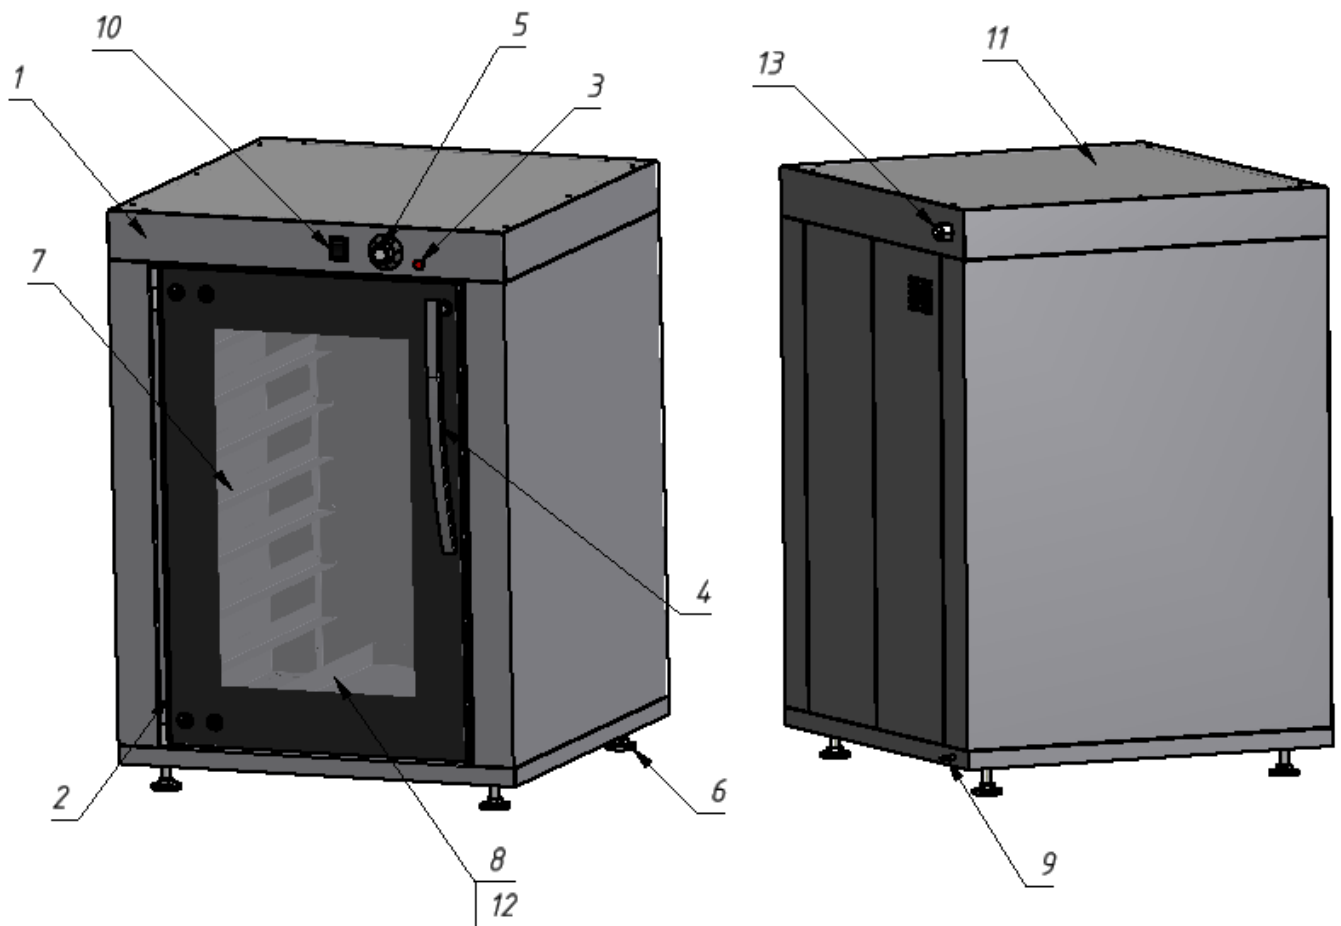

Рис. 2
- 5.3. Подсоединить заземление корпуса установки рис.2 поз.9 к заземляющему контуру помещения согласно ГОСТ 27570.0-87.
- 6.3. Нажать кнопку переключателя поз.10 рис.2.
- 6.4.Задать необходимую температуру расстойки поворотом ручки терморегулятора поз.5 ,рис.2., загорится сигнальная лампочка поз.3 рис.2. При этом установка начинает работать в режиме «Расстойка» (ТЭН нагревает воздух в камере). В дальнейшем терморегулятор будет поддерживать заданную температуру в камере.
- 6.5. При необходимости для увлажнения теста и препятствию образования корочки в ванночку поз.8 (Рис.2) наливают воду. Пополнять воду в ванночке по мере испарения, не допуская переливания воды через край.
- 6.8.При окончании работы установки выключить кнопочный переключатель поз.10 рис.2, провести чистку рабочей камеры специальными чистящими средствами, обмыть и вытереть насухо.